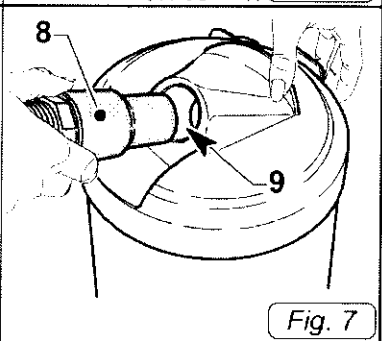

Fig. 7
- Inserte la manga (8 Fig. 7) en el orificio de la manguera de suministro (9 Fig. 7) de entrada de aire.